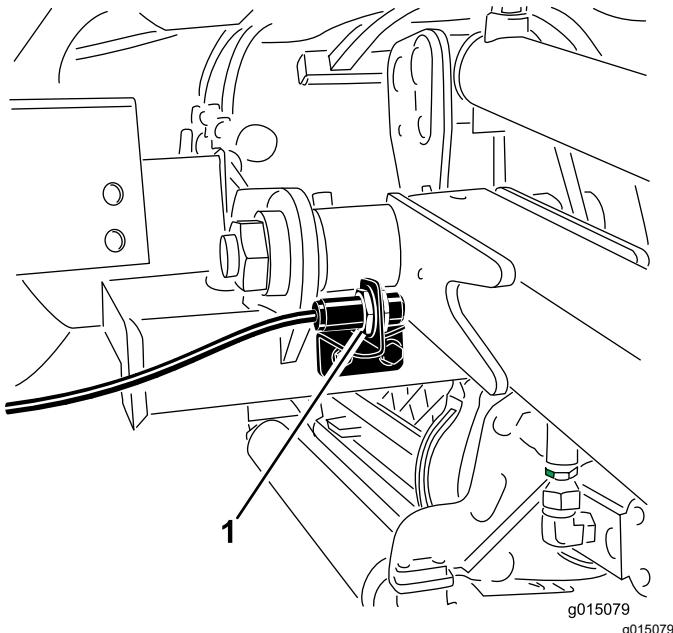

Figura 60
2. L'interruttore del braccio di sollevamento è situato dietro il braccio di sollevamento anteriore destro (Figura 60).
3. Allentate le viti di attacco dell'interruttore (Figura 60) e alzate l'interruttore per aumentare l'altezza d'inversione del braccio di sollevamento, o abbassate l'interruttore per ridurla. Serrate le viti di fissaggio.